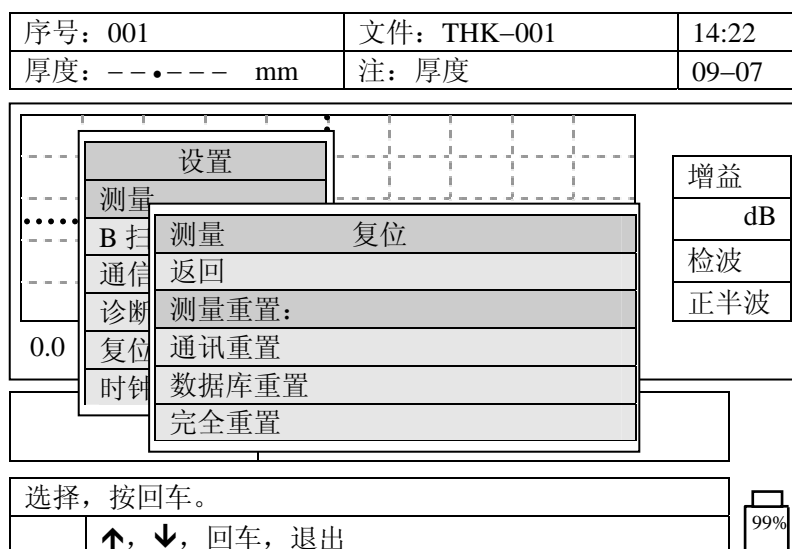

图 6.13b
b) 用[↓]、[↑]键选中“复位”后按 **←** 显示如图 6.13b：